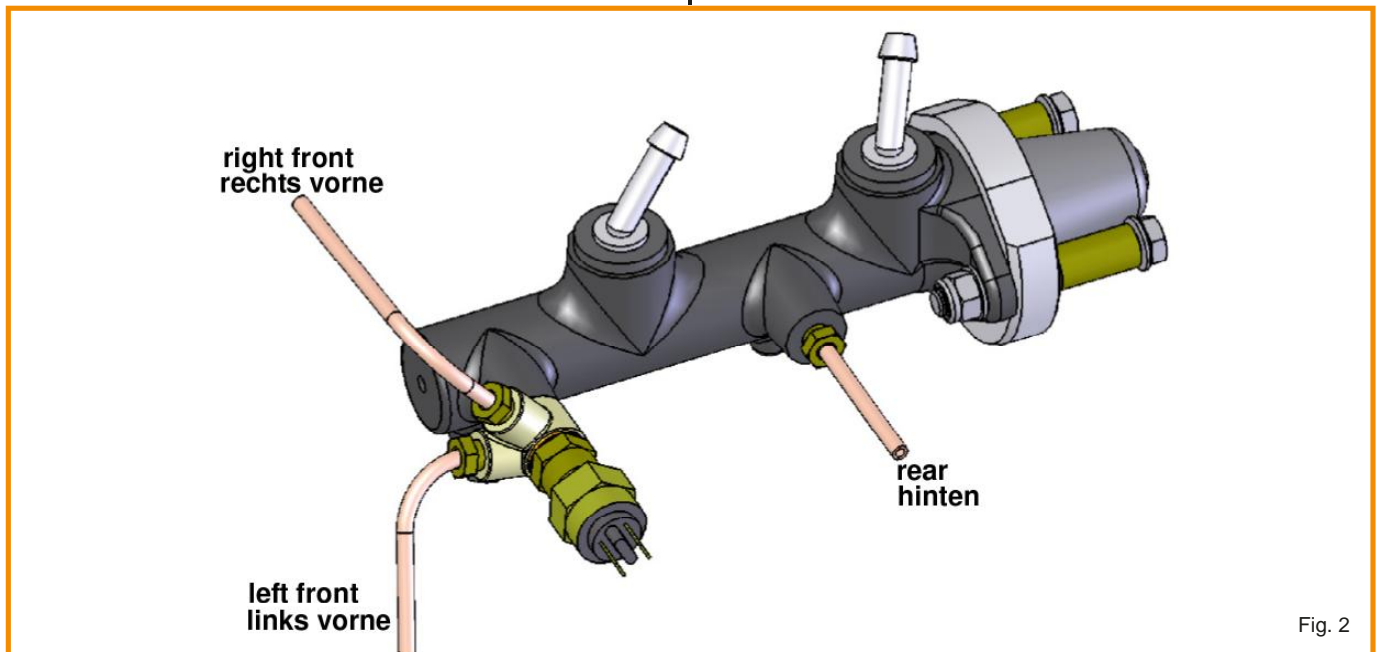

Fig. 2
- See Fig. 2 for further information.
- Siehe Fig. 2
- It is important that the two metal lines that go to the front brakes are threaded in the 2-way connector as shown in Fig.2.
- Drehen Sie die Verschraubungen der hinteren und der vorderen rechten Bremsleitung handfest in den HBZ. Siehe Fig. 2.